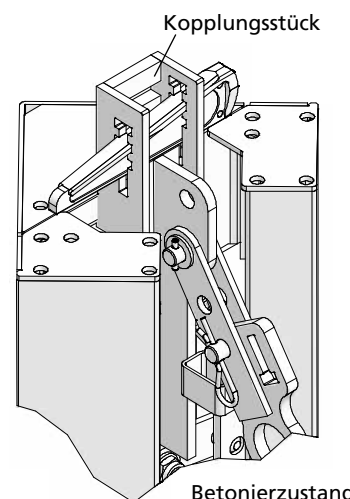

Abb. 52.6 C
1. Der an der Ausschalecke integrierte Keil wird zur Fixierung am Kopplungsstück der Ecke eingesteckt (Abb. 52.6 C).
8. Der unverlierbare Keil wird wieder eingesteckt (Abb. 52.6 C).